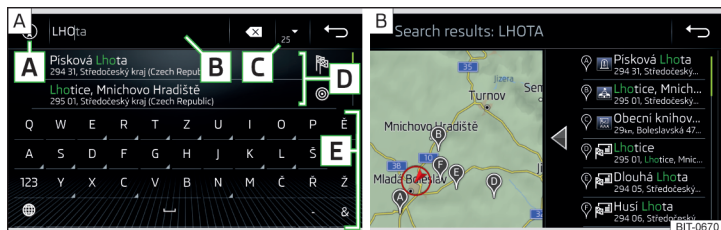
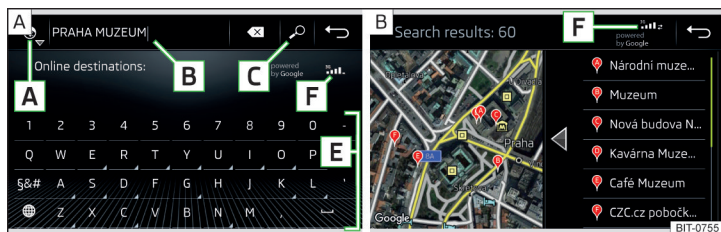

Fig. 223 Rechercher une destination : Menu principal / Liste des destinations trouvées
Fig. 224 Rechercher une destination en ligne : Menu principal / Liste des destinations trouvées
- Touchez la touche de fonction » fig. 223 → .
- Pour afficher les destinations trouvées, appuyez sur la touche de fonction » fig. 223.
- Touchez la touche de fonction » fig. 224 → .
- Pour afficher les destinations trouvées, appuyez sur la touche de fonction » fig. 224.
Description des touches de fonction » fig. 223 ou » fig. 224
- ▽ - Affichage d'une liste avec les destinations recherchées en fonction des caractères saisis » fig. 223 - **B**
- ↷ - Affichage d'une liste avec les destinations recherchées en fonction des caractères saisis » fig. 224 - **B**
- ▶ Rechercher - Recherche d'une destination / destination spéciale » fig. 223
Dans le menu de recherche de la destination dans la zone **D** » fig. 223 à la page 192, une liste abrégée des dernières destinations s'affiche.